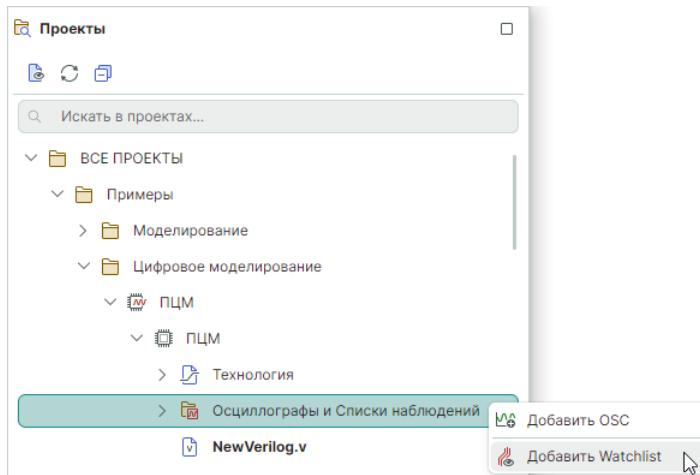

Рис. 41 Добавление списка наблюдений
2. Вызовите контекстное меню с узла «Осциллографы и Списки наблюдений» и выберите пункт «Добавить Watchlist», см.Рис. 41.